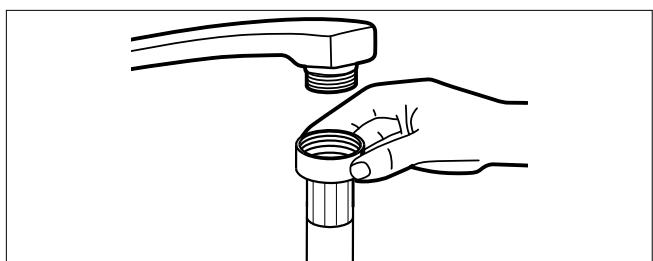

Fig. 9 – Raccordement du tuyau d'eau
- ▶ Raccordez le tuyau d'arrivée d'eau (22) à un robinet d'eau froide avec un filetage de 3/4" (voir Fig. 9).